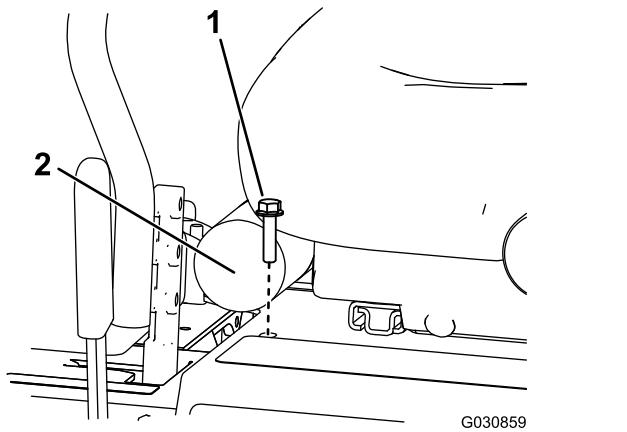

Bild 9
3. Setzen Sie eine Schraube (5/16" x 1 1/4") in das Loch ein, um die Sitzplatte zu befestigen (Bild 9).